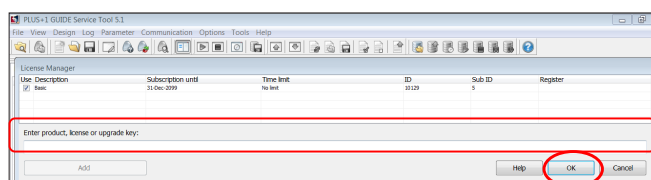

Figure 13. Saisie de la clé de licence
9. Saisissez la clé de licence obtenue de Multiquip (Figure 13) et cliquez sur « OK ».